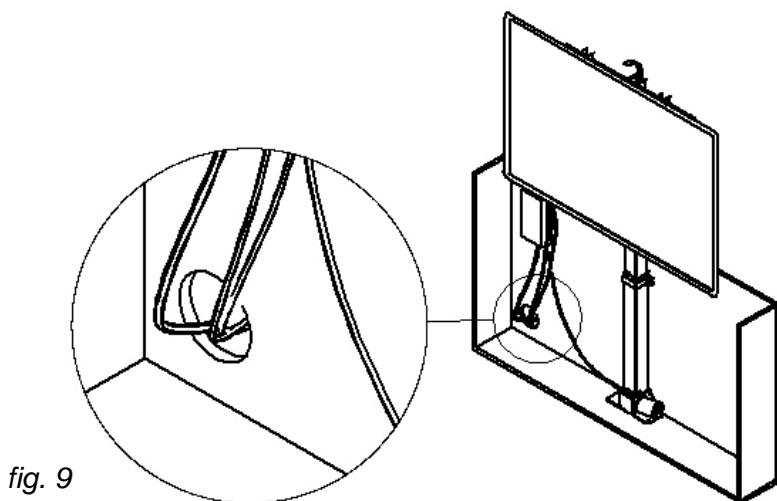

fig. 9
**NOTA:** Ricordarsi di collegare tutti i cavi quando il sollevamento è in posizione alta (fig. 9) – in questo modo si garantirà che i cavi abbiano una lunghezza sufficiente.